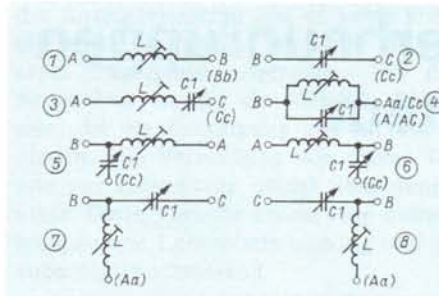

Bild 2: Schaltungsmöglichkeiten des Antennenanpaßgerätes. A-a, B-b, C-c, A-C sind Kurzschlußbrücken.
Die Bedienung des Anpaßgerätes ist denkbar einfach. Für jedes Abstimm-/Anpaß-Problem verwende man als Empfangsamateur die vier Verschaltungen nach Bild 2, (5) bis (8), und drehe alle L- und C-Einstellungen durch. Dabei beobachte man im Empfänger entweder die Signalstärke eines Senders oder das Empfängereingangsräuschen und suche die Einstellung für den Maximalpegel. Ist